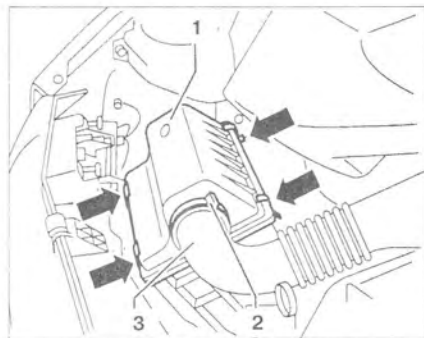

Рис. 9.77. Снимите хомут **2** и отсоедините воздушную трубу **3**. Откройте фиксаторы (стрелки) и снимите крышку воздушного фильтра **1**.
2. Снимите хомут **2** и отсоедините воздушную трубу **3**. Откройте фиксаторы (стрелки) и снимите крышку воздушного фильтра **1** (рис. 9.77).